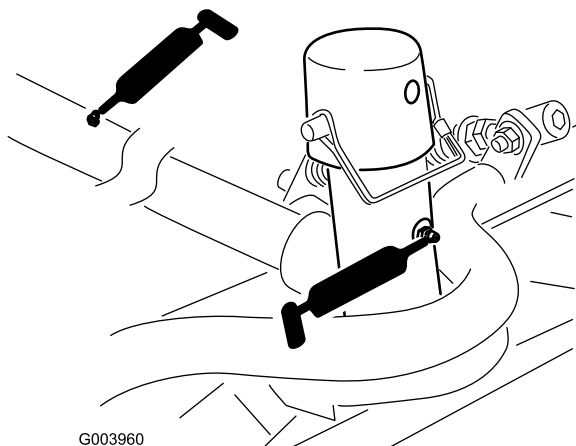

図 55
- ・ カuttingユニットのキャリアフレームとピボット (各2) (図 55)